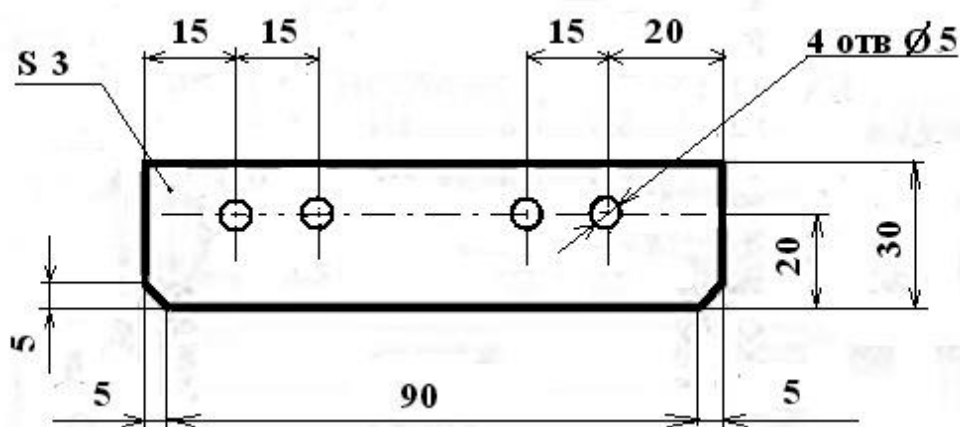

Рис. 1
- а) произвести разметку заготовки в соответствии с эскизом (Рис. 1);